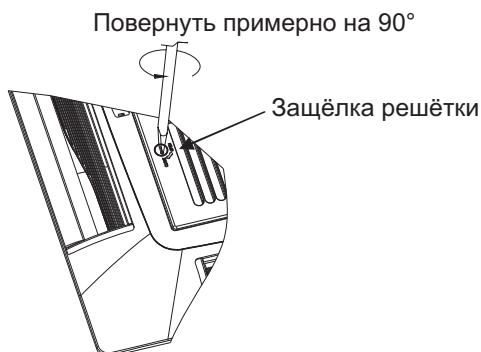

Рис. 22
- Для того, чтобы снять решётку, необходимо повернуть защёлку решётки против часовой стрелки до её установки из горизонтального положения в вертикальное (рис. 22).